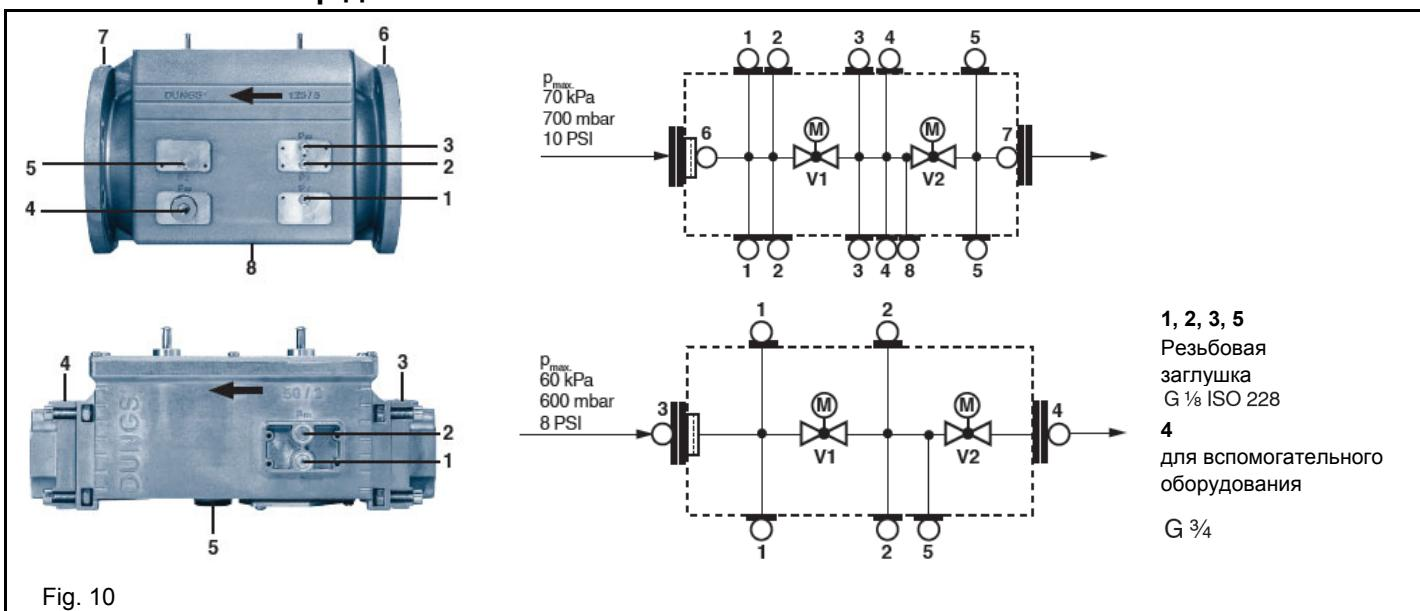

Fig. 10
**ВНИМАНИЕ:** установка выходного давления регулятора VD-R осуществляется воздействием на регулировочную кольцевую гайку (рис. 10). Положение индикатора на циферблете показывает значение давления на выходе, рассчитанное в процентах от полной шкалы PS датчика (рис. 11).